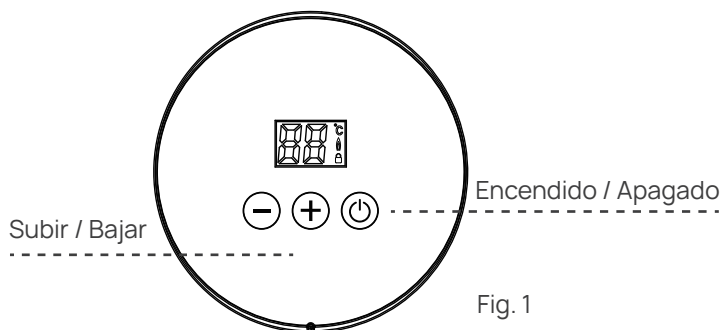

Fig. 1
- Presione el botón de encendido (I/O) para activar el aparato (Fig. 1).